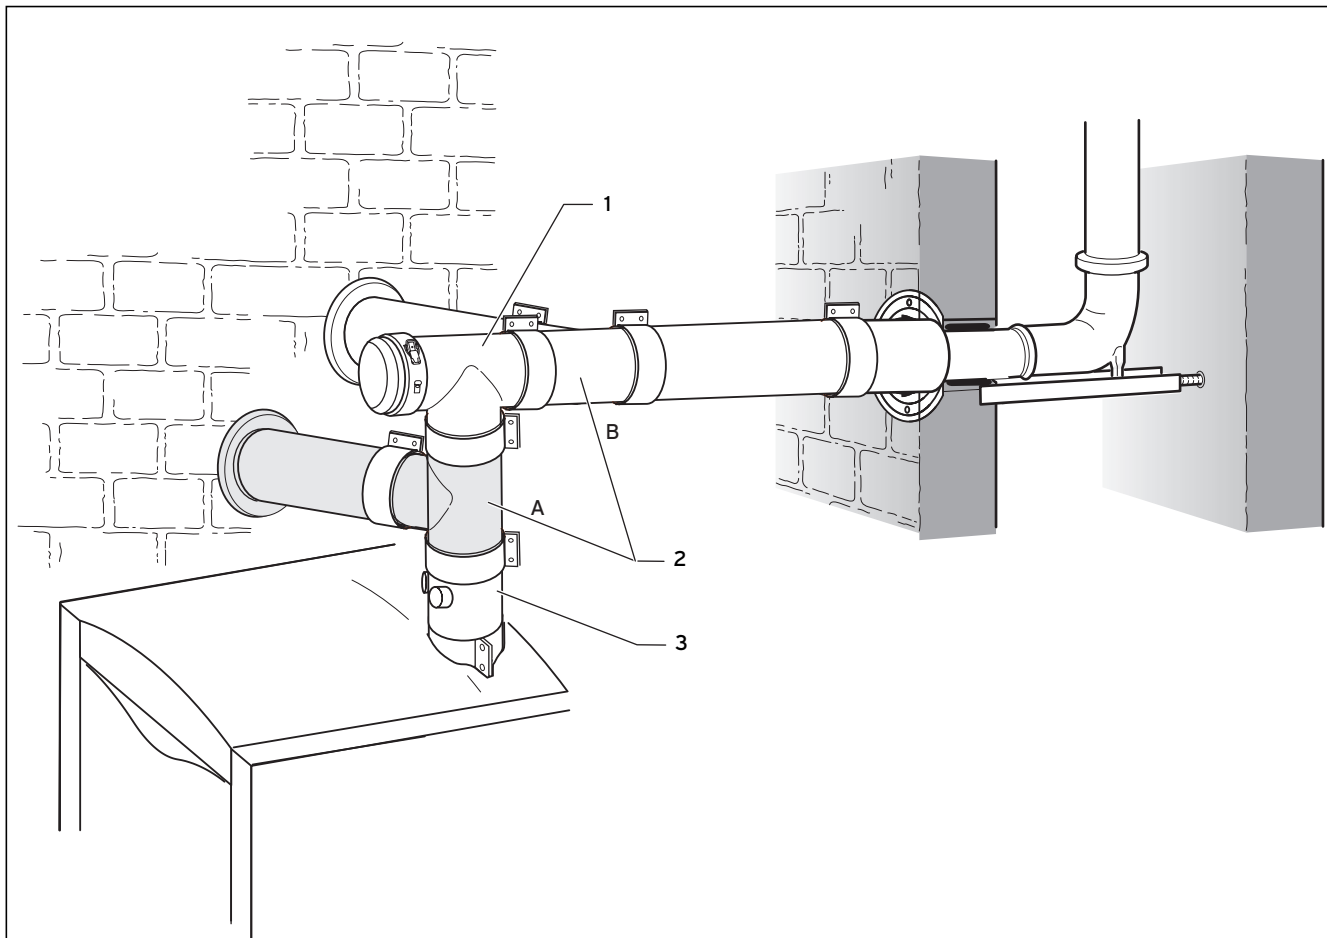

Fig. 4.24 Possibilités de raccordement pour l'alimentation en air distincte
La pièce en T de raccordement de l'alimentation en air (4) peut également être insérée entre la pièce de raccordement à l'appareil (2) et la pièce en T d'inspection (3) (cf. fig. 4.24).
- Enfoncez à fond le séparateur (5) avec le manchon sur la rallonge (6).
- Raccordez les rallonges (6) à la conduite d'évacuation des fumées (7).
- Raccordez le séparateur (5) sur la pièce en T pour l'alimentation en air (4). Cette position servira plus tard de point de séparation.
- Montez le collier d'air (8) du séparateur.
- Posez les rallonges et les tuyaux jusqu'à la pièce en T pour l'alimentation en air (4). Commencez au niveau de l'élément d'aspiration d'air (1).